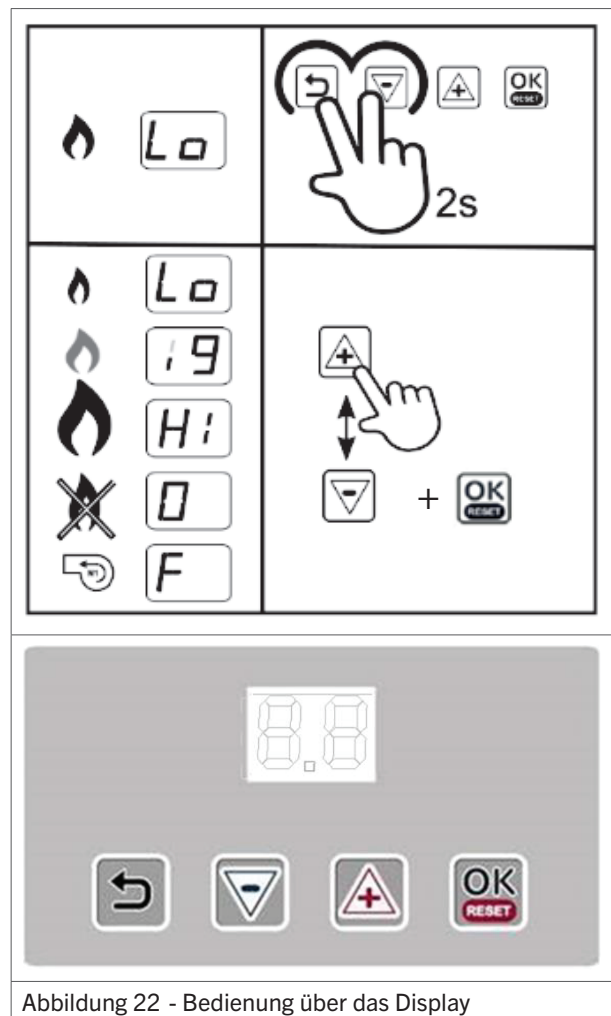

Abbildung 22 - Bedienung über das Display
1. Halten Sie einige Sekunden lang die Tasten **Return** und **(-)** gedrückt (Abb. 22). Die Anzeige wechselt zwischen den Anzeigetexten Lo und St. Der Luftherhitzer fährt somit im Teillastbetrieb hoch.
2. Mit den Tasten **(+)** und **(-)** wechseln Sie zwischen einem Teillast- und Volllast-Betrieb (Abb. 22).